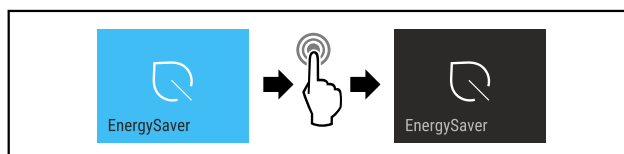

Fig. 18
- ▶ Seguir los pasos de procedimiento (consulte Fig. 18).